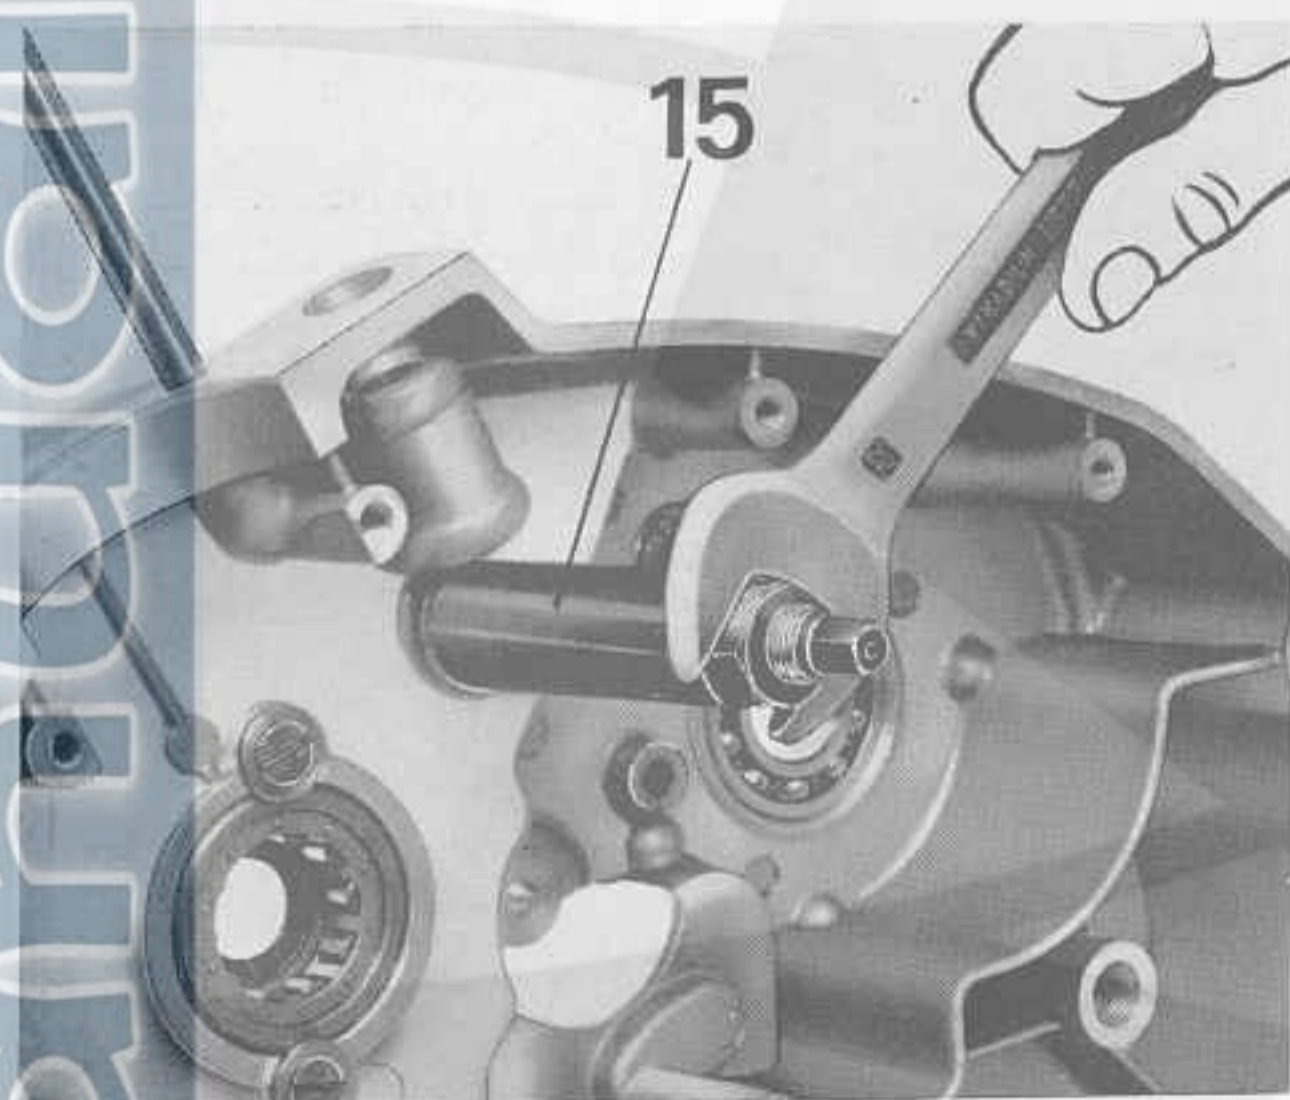

Fig. 23
- la boccia per albero distribuzione con attrezzo n. 55904400 (15 di fig. 23).